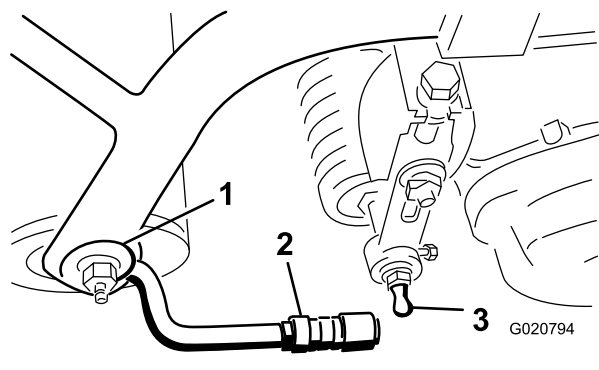

図 8
3. スリーブをボールジョイントの位置まで引き戻し、レシーバーをカuttingユニットのボールスタッドに引っ掛ける。スリーブから手を離すとスタッドとジョイントが結合・ロックする **図 8**。